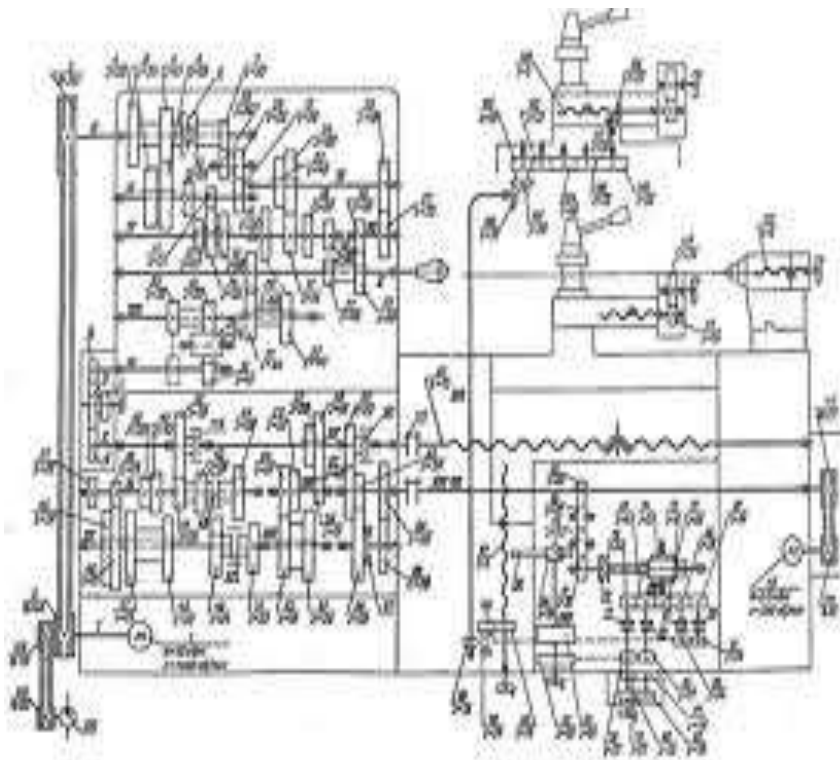

Рис. 4 «Кинематическая схема станка 16 K20».
5. Определить привод главного движения станка (ориентируясь на рис.4 «Кинематическая схема станка 16K20»)
5. Определите привод главного движения станка, ориентируясь на рис. 4
6. Рассчитайте уравнение кинематического баланса (рис.4)